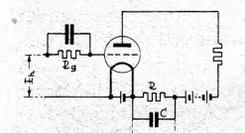

Abb. 8. Prinzipschaltbild eines Audions, das die Regelspannung für den Hochfrequenzverstärker erzeugt.
Ganz ähnlich liegen die Verhältnisse beim Audion (Abb. 8). Hier tritt die Gleichrichtung im Gebiet des Einsetzens des Gitterstroms auf. Eine kleiner werdende Hochfrequenzspannung hat einen kleineren Spannungsabfall über dem Gitterwiderstand R_g zur Folge, das Gitter erhält kleinere negative Vorspannung, was ein Ansteigen des Anodenstromes zur Folge hat. Liegt im Anodenkreis, wie in Abb. 8, wieder ein Widerstand (R) mit parallel geschalteter Kapazität (C), so nimmt die Spannung U an diesem Widerstand während des Fadings zu. Für die Wirkungsweise des Kondensators C gilt das vorhin Gesagte. In den beiden beschriebenen Gleichrichterschaltungen kann man also die Spannung U zur Steuerung der Verstärkungsziffer der Hochfrequenzverstärkerrohren heranziehen.